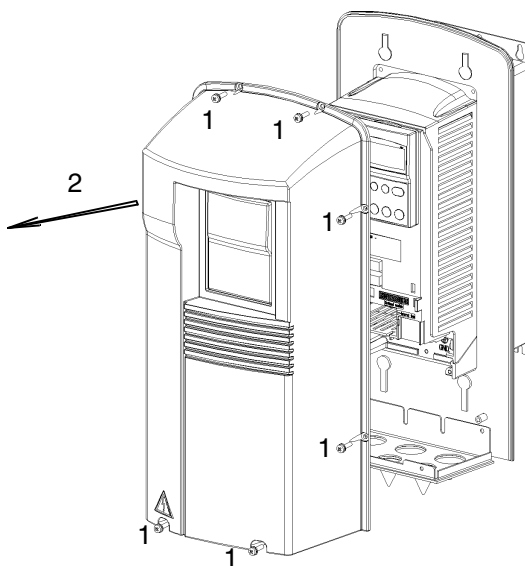

Рис. 10 Открытие преобразователей частоты типа IP 54 / NEMA1.
- 1 Снимите верхнюю крышку, см. рис. 10.